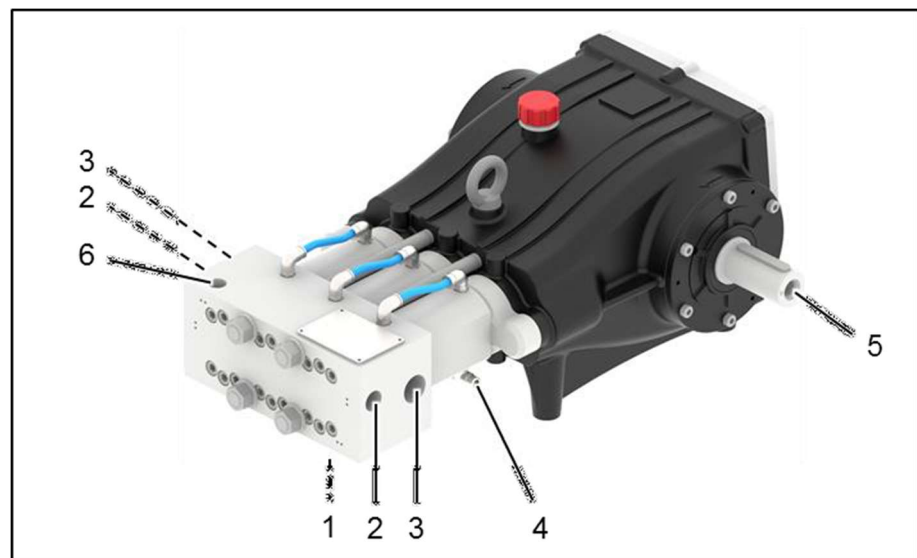

Figura 13: Interfaces de la bomba (imagen similar)
1. Conecte las tuberías como se muestra en la Figura 13. Se recomienda utilizar mangueras para evitar la transmisión de vibraciones.
3. Se recomienda el uso de válvulas de purga (automáticas) para purgar el agua. Para la conexión de la tubería de presión de entrada se necesita un racor G1" (véase la Figura 13: posición 3). Para la conexión de la tubería de alta presión se necesita un racor de M24x1,5 (véase la Figura 13: posición 2). Además, se deben utilizar dispositivos de fijación de las mangueras.